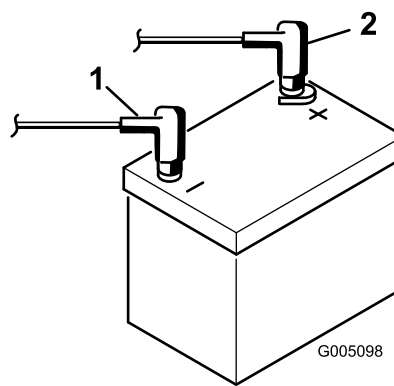

Рисунок 6
9. Подсоедините положительный кабель (красный) к положительной клемме (+), а отрицательный кабель (черный) – к отрицательной (–) клемме аккумуляторной батареи и закрепите их болтами и гайками (Рисунок 6). Наденьте на положительную клемму резиновый чехол для предотвращения возможного замыкания на массу.